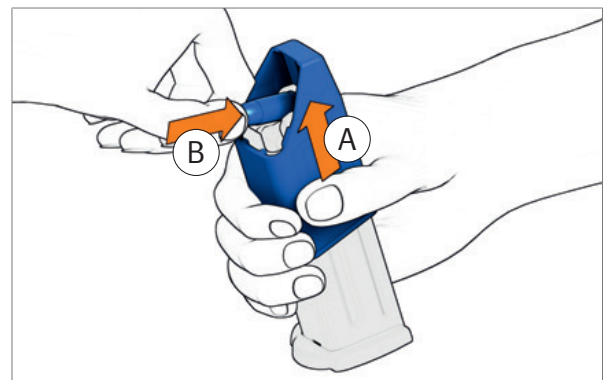

Abb. 43: Patrone nach hinten schieben
4. Ladehilfe anheben (Abb. 43).
5. Patrone vollständig nach hinten schieben (Abb. 43).